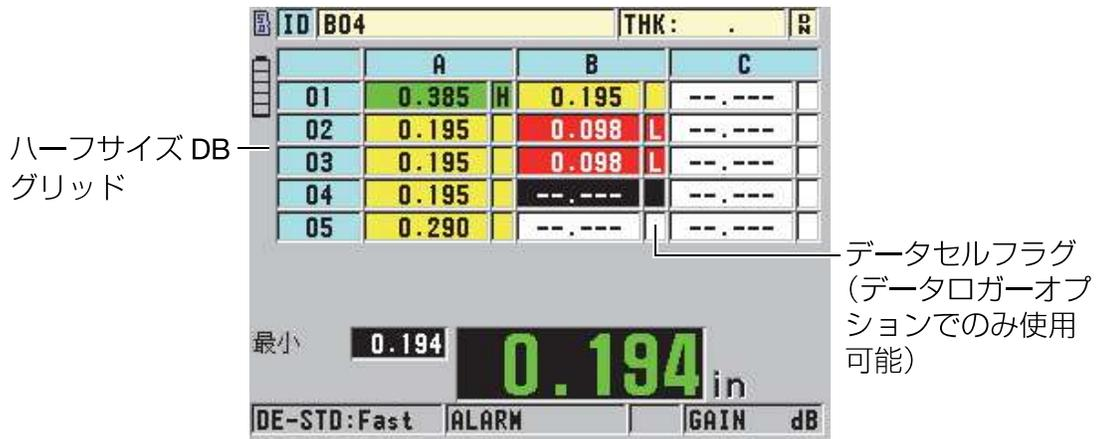

図 9-7 ハーフサイズ DB グリッド
データベースグリッド (DB グリッド) は、2-D データのテーブル表現です。この表現によって、ユーザーは ID のプリセットリストに従わずに、グリッド上で任意方向に自由に移動できます。次の ID 位置に自動的に増分しないで、十字キーを使用して、所望の位置に移動することができます。A-スキャン、DB グリッド及び厚さ測定値を同時に表示することができます (160 ページ図 9-7 参照)。厚さ測定値が入る範囲に対応するデータセルフラグ及び背景色を表示するように、グリッドセルを設定することができます。
- データセルフラグを使用可能なオプションの 1 つに設定して、DB グリッドの各データセルで 1 つのデータフラグを表示します。データセルフラグは、データセルで厚さ値の右側の小さなボックスに表示される文字です（160 ページ図 9-7 参照）。使用可能なオプションは次のとおりです。